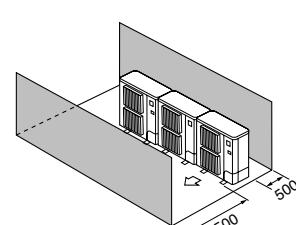

Fig. 2-11
④ Solo ostacoli anteriori e posteriori (Fig. 2-11)